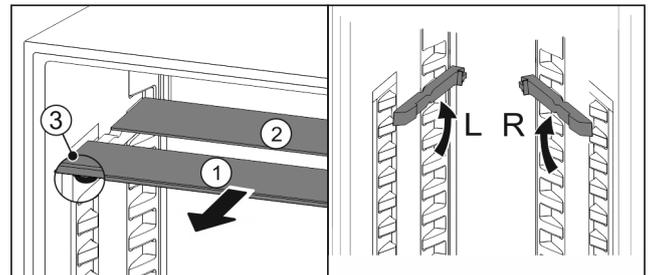

Fig. 69
- ▶ Glasplatten einzeln nach vorne herausziehen Fig. 69 (1).
- ▷ Glasplatte Fig. 69 (1) mit Zierleiste liegt vorne.
▷ Stopps Fig. 69 (3) zeigen nach unten.